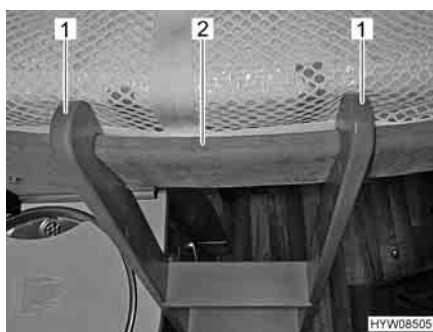

Fig. 74 Scaletta di accesso, agganciata
- Agganciare la scaletta di accesso con le due staffe (Fig. 74,1) nella barra di presa (Fig. 74,2) al letto basculante.
- Staccare la scaletta di accesso dalla barra di presa (Fig. 74,2) nel letto basculante.